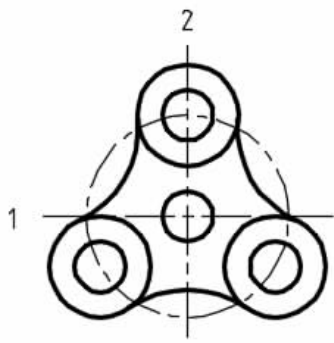

图 2-27 绘制法兰盘步骤六
(6)用删除命令删除线段 3 和线段 4,如图 2-27 所示。